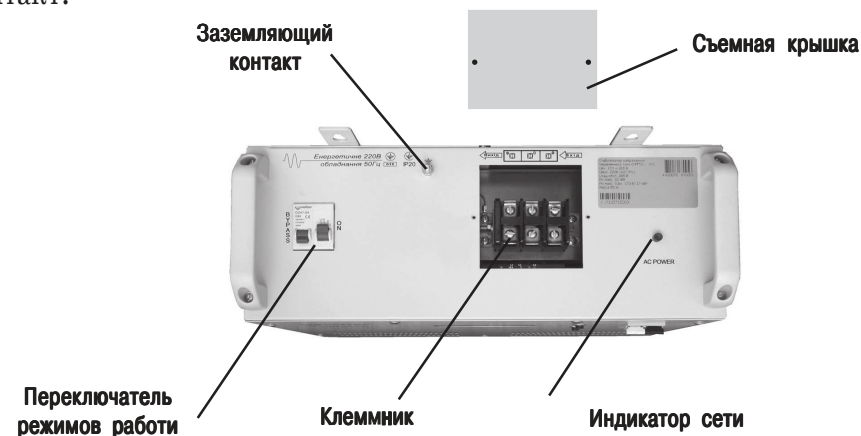

Рис. 2. Стабилизатор СНПТО-7, вид сверху.
4. Подключите заземляющий провод (рис.2).